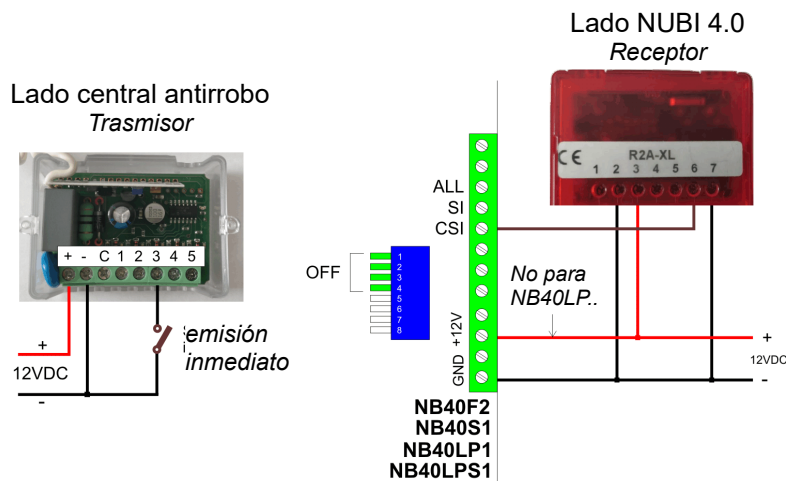

Figura 2
- La Figura 2 muestra la conexión para usar el comando para emitir humo inmediatamente.